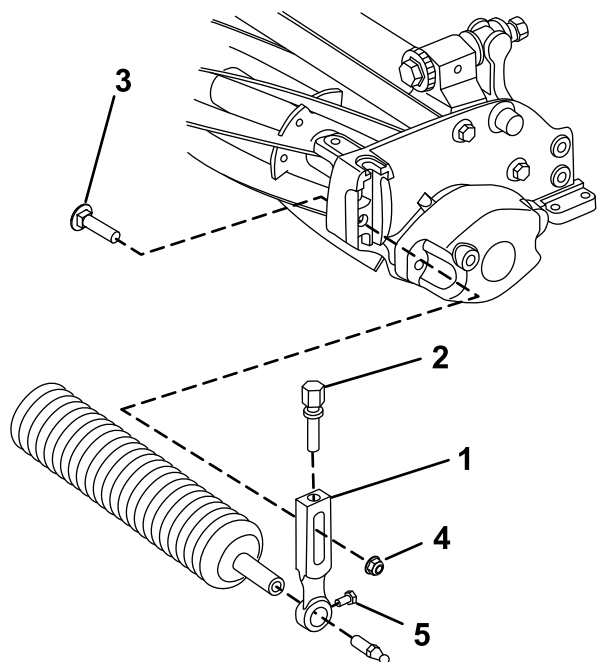

Figura 3
1. Rimuovete il bullone della lama, la rondella e il dado di bloccaggio flangiato che fissano uno dei bracci di regolazione dell'altezza di taglio alla piastra laterale dell'apparato di taglio (**Figura 3**).